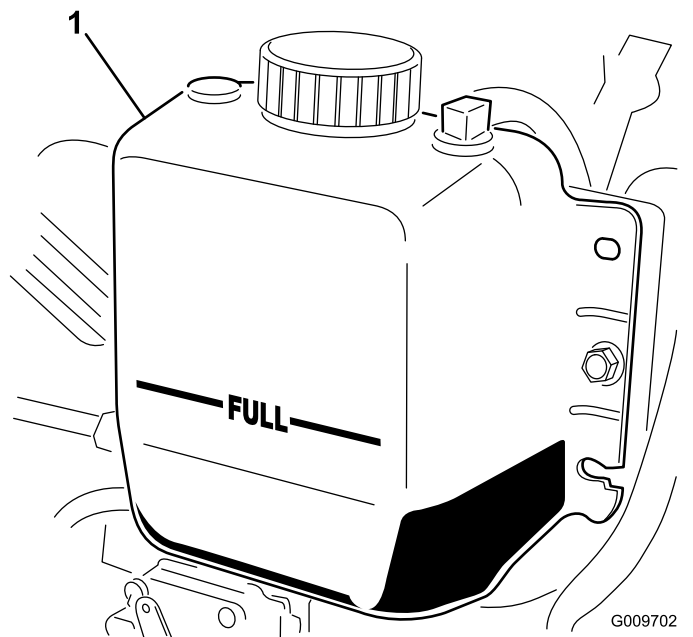

Figura 35
**Nota:** El radiador debe llenarse hasta la parte superior del cuello de llenado, y el depósito de expansión debe llenarse hasta la marca Lleno (Figura 35).